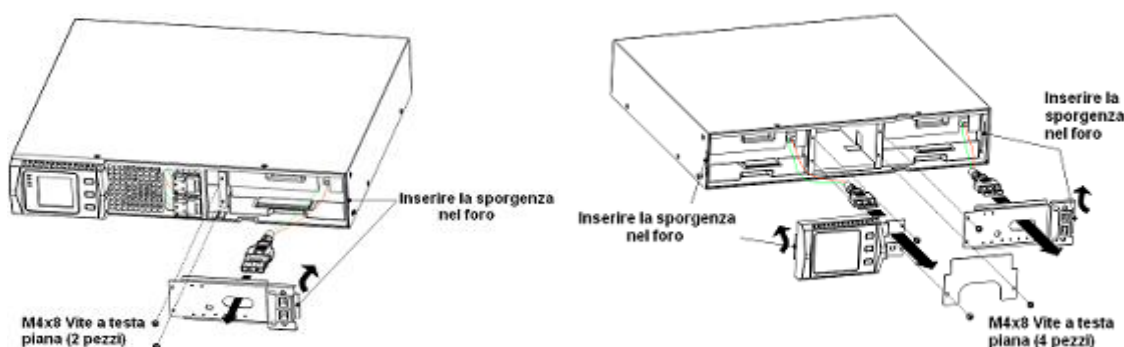

Figura 21 Rimozione dello schermo pacco batterie
- Rimuovere i cavi tra il pacco batterie e l'UPS. Svitare le viti che bloccano lo schermo del pacco batterie come in figura 21, quindi rimuovere lo schermo.